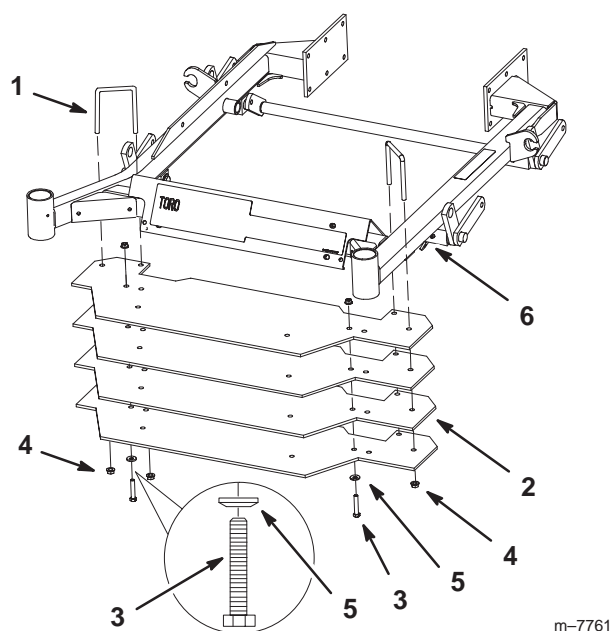

Figura 16
1. Montate i bulloni a U sul telaio, accanto al vano piedi, come illustrato nella Figura 16.